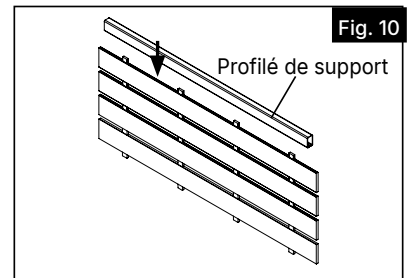

Fig. 10
- f. Fixer le profilé de support au haut du panneau-écran décoratif (Fig. 10).